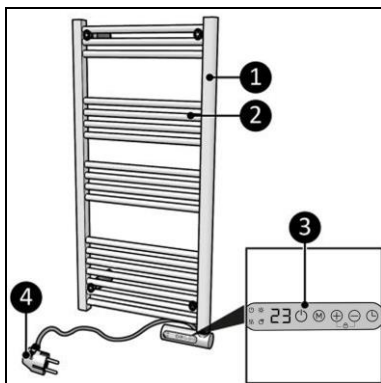
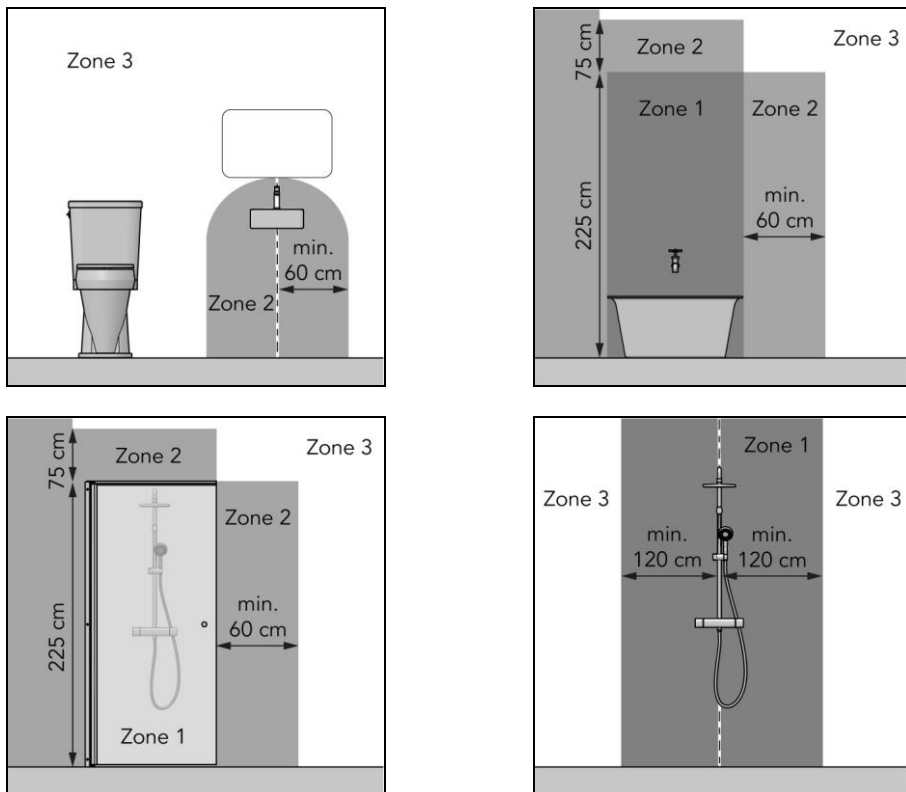

Figure 3
Figure 5
Le Sani Towel (figure 3) est un chauffage électrique de salle de bains facile à utiliser, à utiliser uniquement dans la zone 3 de la salle de bains (figure 5).
- dans la zone 3 d'un cabinet de toilette ou d'une salle de bain avec baignoire, d'une douche avec écran de douche ou d'une douche sans écran de douche (figure 5) ;